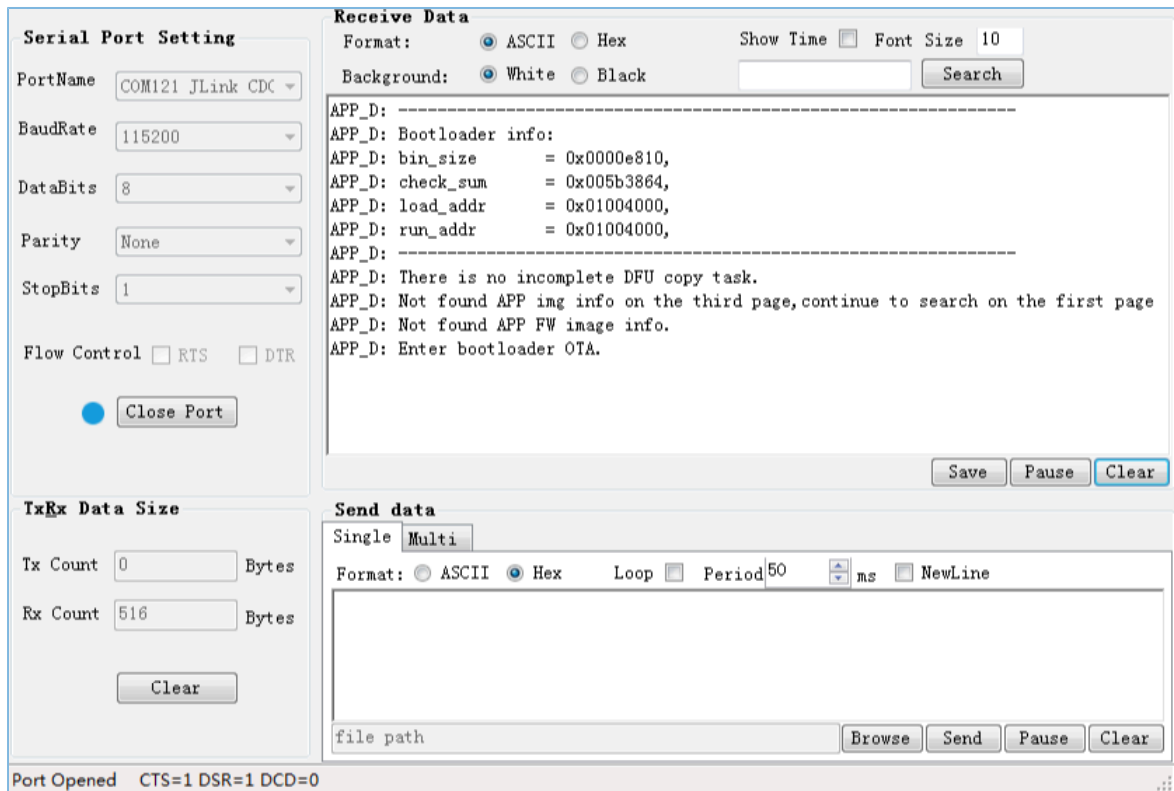

图 3-3 擦除Flash后进入Second Boot OTA
2. 将Second Boot固件下载至GR5515 SK板后，则进入Second Boot OTA等待固件升级（原理参考4.2 交互流程及代码介绍中的步骤3），此时GRUart串口界面如图 3-3所示。